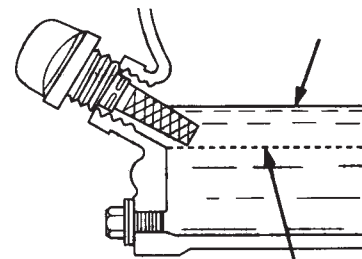

Figure 6. Jauge d'huile de moteur (Niveau d'huile)
4. Si le niveau d'huile est bas (Figure 6), remplissez jusqu'au bord du trou de remplissage d'huile avec le type d'huile recommandé (Tableau 3). La capacité maximale d'huile est 0,48 pinte (0,45 litre).